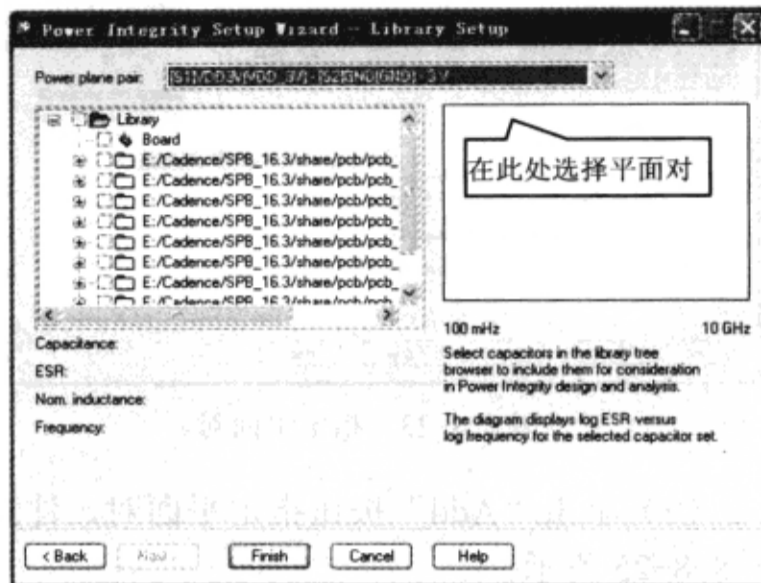

图 8-8-28 电容器库设置对话框
(3) 在“Library Setup”对话框顶部的“Power plane pair”栏中选择“[S1]VDD3(VDD\_3)-[S2]GND(GND)-3V”平面对,如图8-8-28所示。